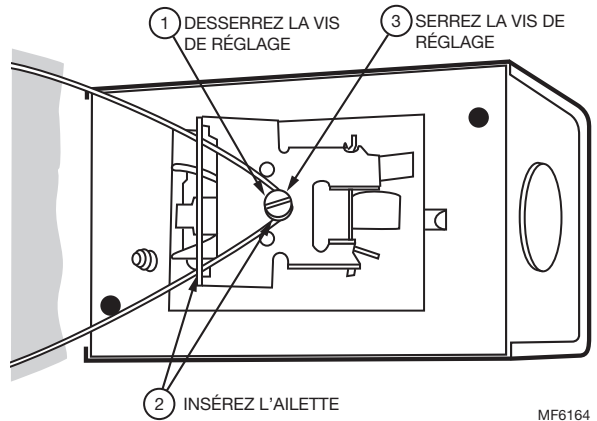

Fig. 6. Fixation de l'ailette sur l'interrupteur.
4. Fixez l'ailette sur l'interrupteur comme indiqué sur la Fig. 6.